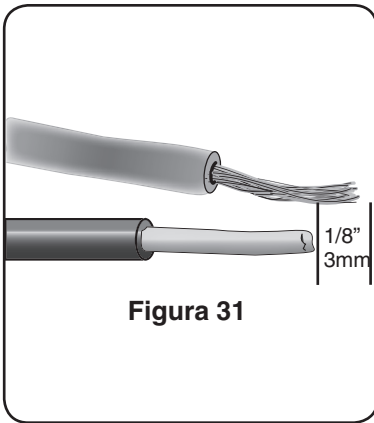

Figura 31
- Extienda los cables trenzados de la lavavajillas 1/8" (3mm) más allá de los alambres sólidos del cable de alimentación eléctrica, como se muestra en la **Figura 31**.